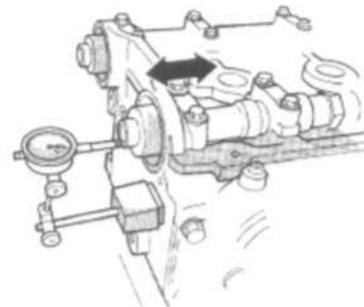

Рис. 16 Замер торцевого зазора распределительного вала
(1) Смазать шейки распредвала и установить распредвал **БЕЗ** последующих узлов. Установить задние крышки распредвала и затянуть винты указанным моментом.
(2) При помощи подходящего инструмента сдвинуть распредвал назад до упора.
(3) Обнулить индикаторную головку (Рис. 16).
(4) Сдвинуть распредвал вперед до упора.
(5) Записать показания индикаторной головки. См. спецификацию торцевого зазора (см. п. 9 –ДВИГАТЕЛЬ-СПЕЦИФИКАЦИИ).
(6) При увеличенном торцевом зазоре, проверить износ головки цилиндра и распредвала, при необходимости - заменить.